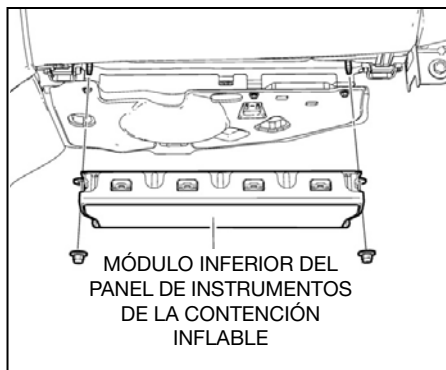

Fig. 12
1. Retire el módulo inferior del panel de instrumentos de la contención inflable del lado del pasajero (ver Fig. 12).